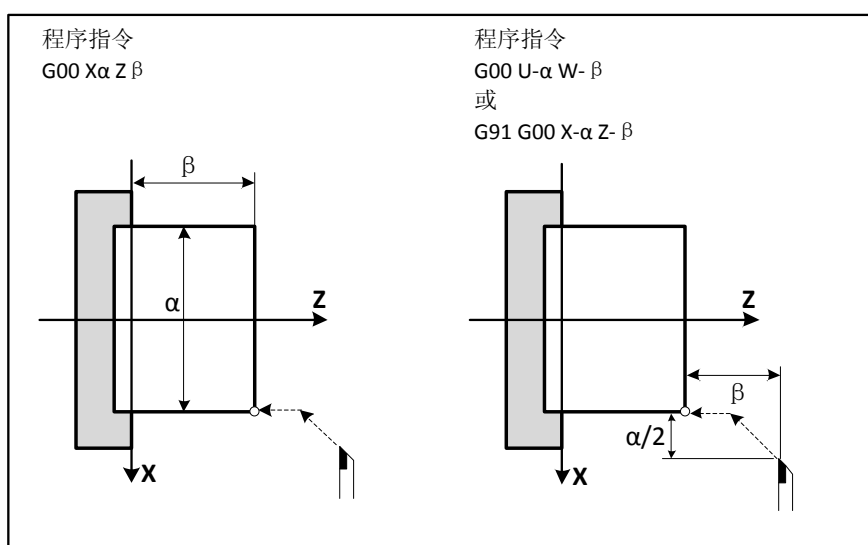

图 2.9
(1) 所有编程轴分别以 27 号~32 号系统参数所定义的速度移动, 当某轴走完编程值便停止, 而其他轴继续运动。
(2) 不运动的坐标无须编程。
(3) 目标点的坐标值可以用绝对值, 也可以用增量值(如图 2.9), 小数点前最多允许 6 位数(包括负数的符号位), 小数点后最多允许 3 位。
(4) G00 一般用于加工前快速定位或加工后快速退刀。
(5) G00 指令指定的运动轨迹不一定是直线。操作者必须格外小心, 以免刀具与工件发生碰撞。
(6) 快移速度可由面板上的快速修调按钮修正。